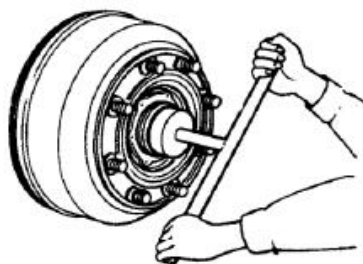
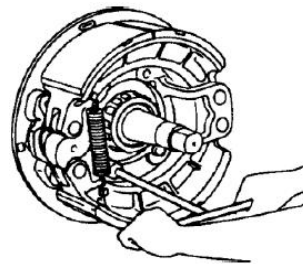

图 5-7
图 5-8
(2) 取下开口销、调整螺母及挡片。(图 5-7)
(3) 轻轻转动轮毂制动鼓，并用力向外抽拔，同时在制动鼓上轻轻敲击以震松外轴承内圈。待松动后，取下轮毂制动鼓。
(4) 拆下 ABS 传感器，并注意保护好传感器探头不受损伤。
(5) 拆下制动器总成固定螺栓。(图 5-8)